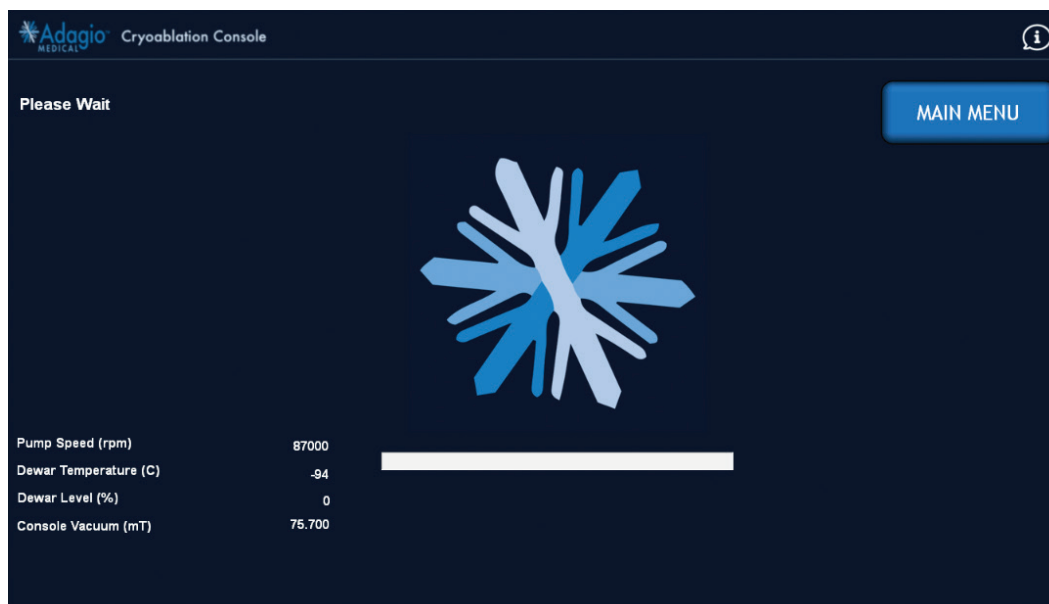

Abbildung 20 – Bildschirmanzeige: Konsolenspülvorgang läuft
6. Zum Nachfüllen von LN2 in den Flüssigstickstofftank in dem in *Abbildung 17* dargestellten Bildschirm auf „REFILL“ (Nachfüllen) drücken. Falls erforderlich, beginnt die Konsole, eventuell verbliebene Restfeuchtigkeit aus dem System zu spülen (*Abbildung 20*).